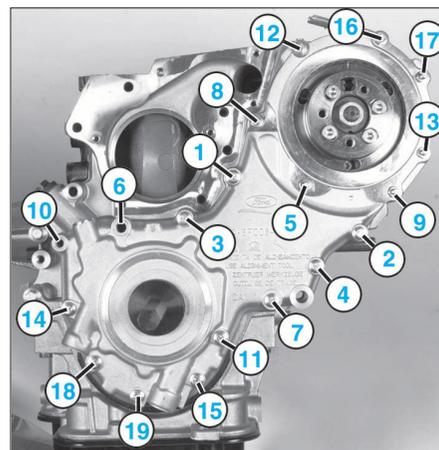

FIG. 52
- Poser un joint neuf de carter extérieur de chaîne de distribution, puis serrer les vis de fixation aux couples prescrits et dans l'ordre indiqué (Fig.52).